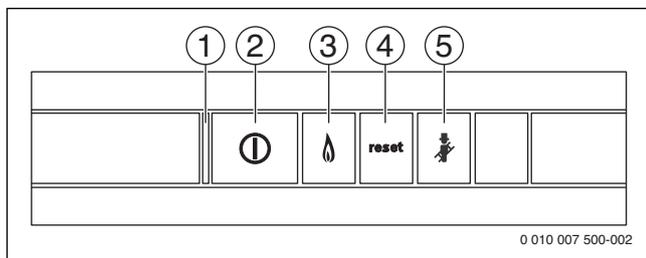

Fig. 83 Touches de réglage
- ▶ Démarrer l'appareil avec l'interrupteur marche/arrêt (→ fig. 83).